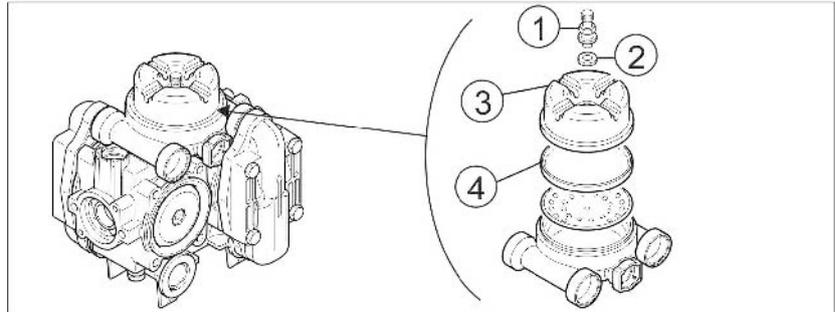

Fig. 203
- Reinigen Sie die LeitungsfILTER (Fig. 203/1) je nach Einsatzbedingungen alle 3 – 4 Monate.